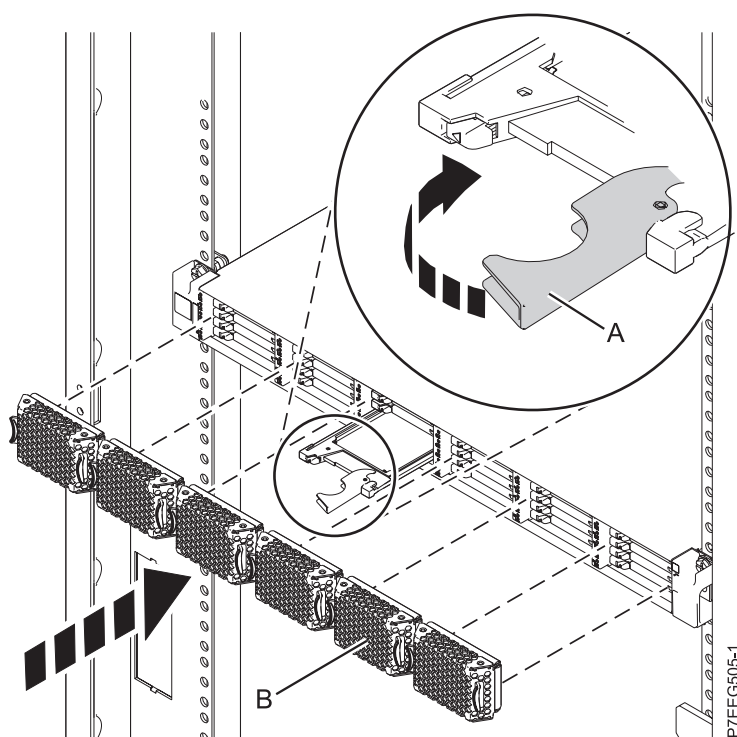

Figura 47. Substitució d'una unitat d'estat sòlid a Allotjament d'emmagatzematge PCIe 5888.
4. Quan el LED d'identificació de la unitat d'estat sòlid parpellegi, feu lliscar tota la unitat d'estat sòlid cap a Allotjament d'emmagatzematge PCIe 5888 fins que quedi ben encaixada. A continuació, feu girar la nansa (A) fins a la posició de bloqueig. Consulteu Figura 47.
5. Instal·leu la tapa bisellada (B).